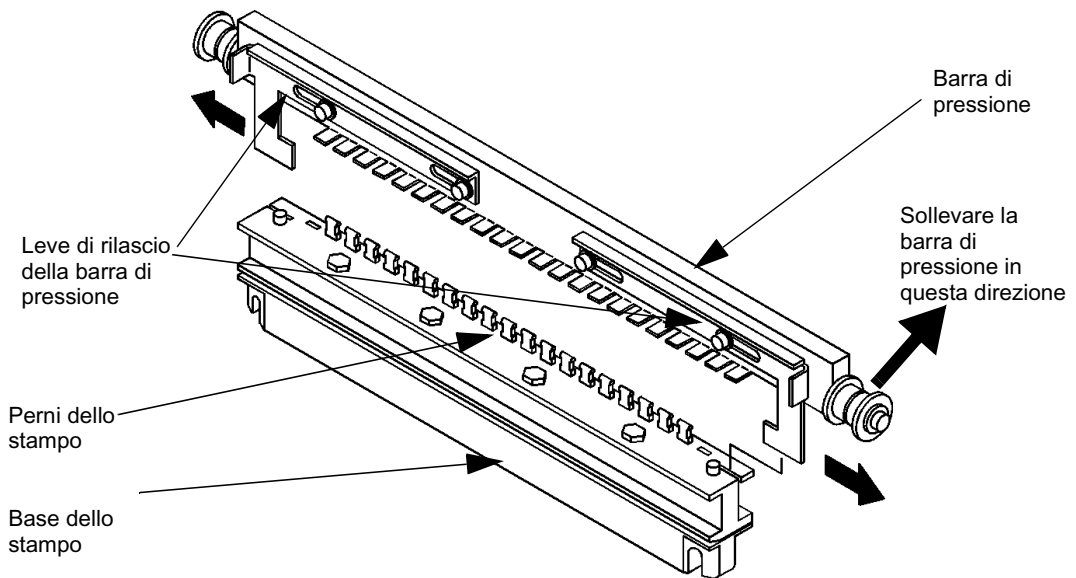

Figura 2-4: Come accedere ai perni dello stampo
- 1 Per rimuovere e sostituire singoli perni dello stampo, spostare di lato le leve di rilascio della barra di pressione e sollevare la barra di pressione dallo stampo, come illustrato nella Figura 2-4.